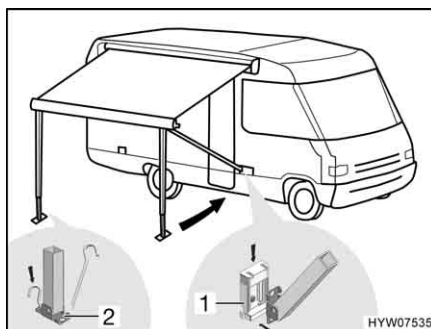

Fig. 33 Fissaggio dei montanti di supporto
- Incastrare i montanti di supporto nei supporti (Fig. 33,1) sul veicolo (se presenti), oppure fissarli sul terreno con dei puntelli (Fig. 33,2).